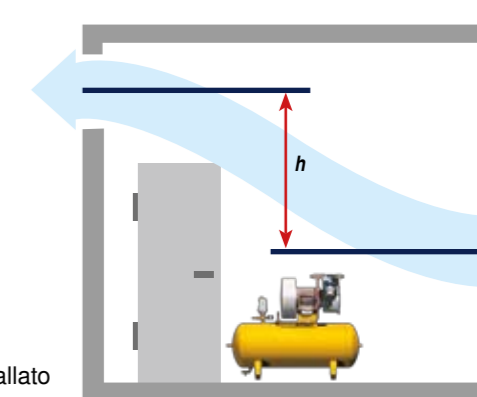

Fig. 1: Sala compressori con ventilazione convettiva, per macchine inferiori a 5,5 kW
3.1 Aerazione convettiva (fig. 1)